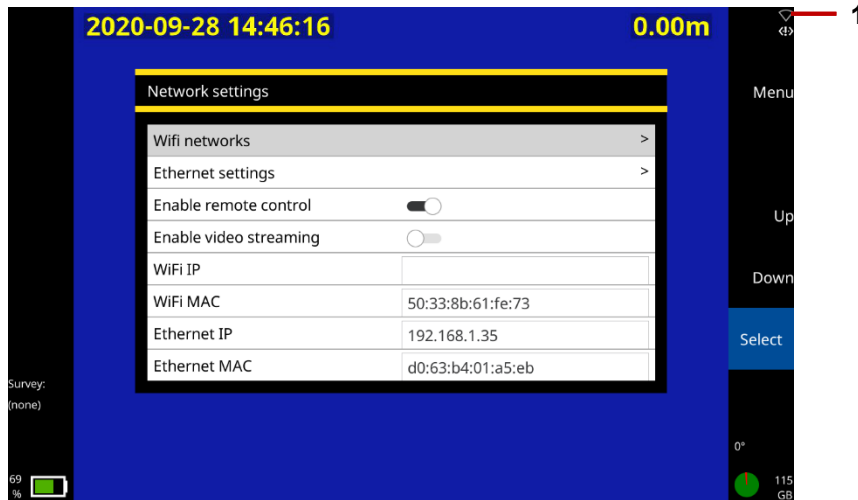

Abb. 8-1: Der Bildschirm Netzwerkeinstellungen zeigt an, dass die Fernsteuerung aktiviert ist. 1 das Ethernet-Symbol, das eine gute Verbindung anzeigt.
10. Vergewissern Sie sich, dass das Ethernet-Symbol des Steuergeräts in der oberen rechten Ecke des Displays anzeigt, dass die Verbindung aktiviert ist (siehe Abb. 8-1).
6. Vergewissern Sie sich, dass das Ethernet-Symbol des Steuergeräts in der oberen rechten Ecke des Displays anzeigt, dass die Verbindung aktiviert ist (siehe Abb. 8-1).